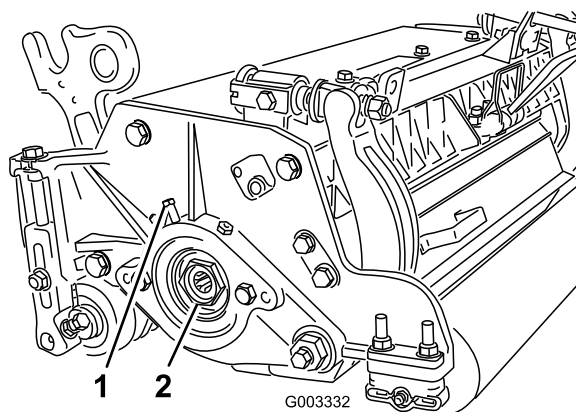

Figura 31
- A. Desaperte o parafuso do conjunto externo segurando a porca de ajuste do rolamento localizado no lado esquerdo da unidade de corte (Figura 31).